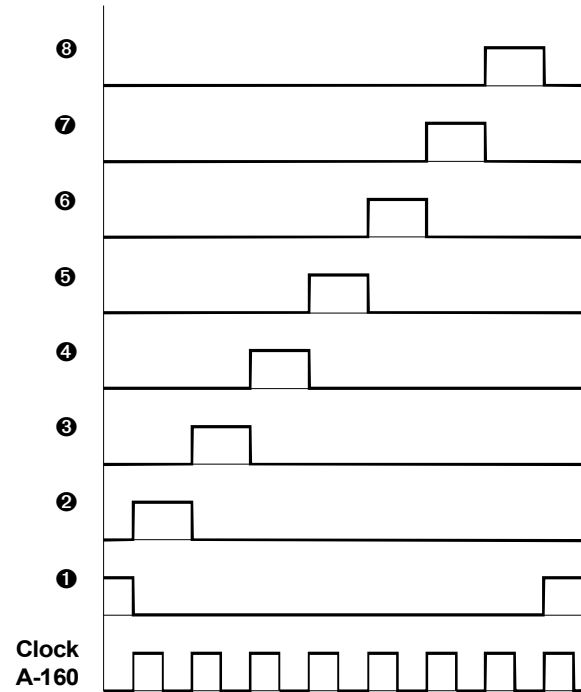

Abb. 1: Signalverhalten des A-161
Das Modul **A-161 (Clock Sequencer)** ist ein **8-Step-Sequencer** und erfordert zum Betrieb den **Clock Divider (A-160)**. **Acht Ausgänge** werden im Rhythmus des Clock-Signals des zugeordneten A-160 weiterschaltet (s.Abb. 1) und können z.B. AR- oder ADSR-Generatoren rhythmisch, sequentiell ansteuern. Der **Reset** des A-160 wirkt auch auf den A-161 (Zurücksetzen auf Step 1).
① 1 ... ⑧ 8
An den **Ausgängen ① bis ⑧** können Sie jeweils ein Trigger-Signal abgreifen (s. Abb. 1).